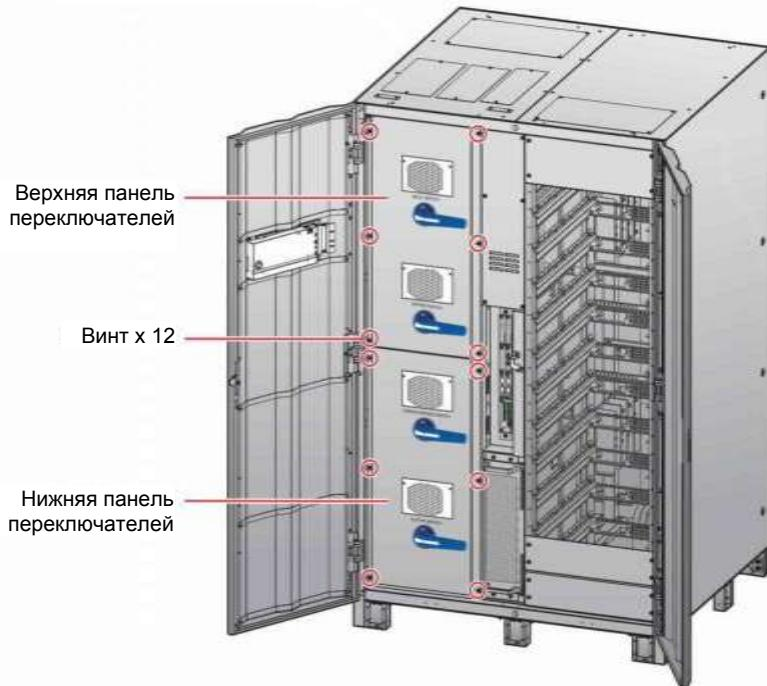

Рисунок 5-7: Расположение винтов панелей переключателей
- 2** Откройте передние дверцы и открутите 12 винтов, чтобы снять верхнюю и нижнюю панели переключателей, см. **Рисунок 5-7**. После снятия панелей, можно будет увидеть клеммы для проводки, как показано на **Рисунках 5-18 ~ 5-10**.